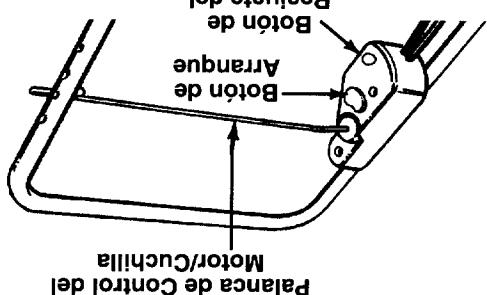

FIGURA 5.
- Para sonverte en un cortacésped de un triturador convierte en un cortacésped con descaraga lateral, levanta el tapaderos del triturador. Veá la figura 5. Desliza los dos ganchos en el deflector de desagüe que lateral debajo del pasador de bisagra en el cojunto del triturador de despedrisco de césped. Baje el tapaderos del triturador de despedrisco de césped.
IMPORANTE: SU CORTACESPED TIENE UN CORTACIRCUITOS, SITUADO EN LA CAJA DEL CONTROL DEL MOTOR/CUCHILLA. VEA LA FIGURA 5. SI EL CORTACIRCUITO SE DISPARA, REAJUSTE COMO SE INDICA EN LA SECCION DE MANTENIMIENTO.
- Para convertir su cortacésped de un triturador con césped. Quite el tapaderos del triturador de despedrisco. Baje la lateral debajo del pasador de bisagra en el cono. Deslice los dos ganchos en el deflecto de descar. Ante el tapaderos del triturador. Vea la figura 5. Tíntalo a un cortacésped con descarga lateral, levante el cable de bujía antes de encender el cortacésped.